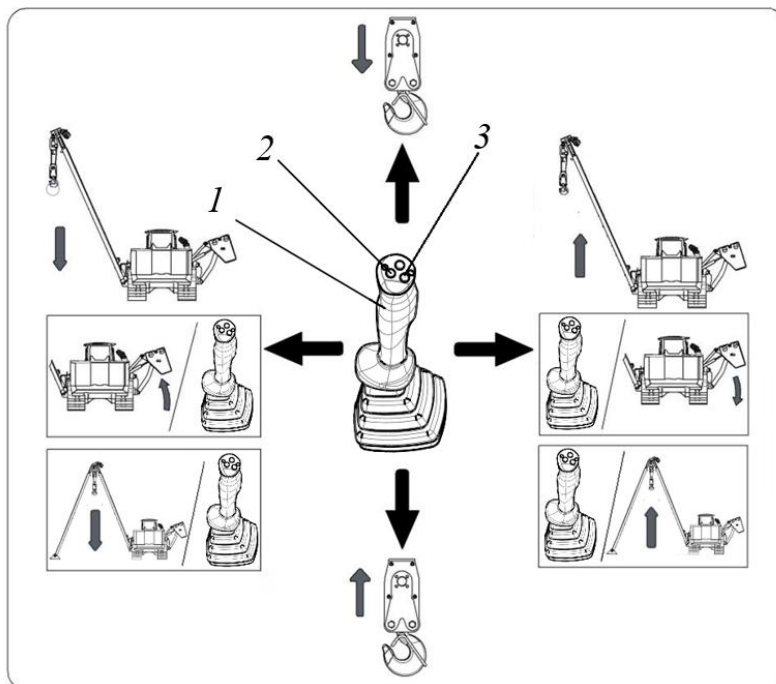

Рисунок 3.127. Схема управления грузоподъемным оборудованием
Управление противовесом осуществляется из кабины трубоукладчика кнопкой 3 на правом джойстике и отклонением джойстика, рис. 3.127.
Переход в режим управления противовесом производится из нейтрального положения джойстика 1, рис. 3.127, удержанием кнопки 3, рис. 3.127, в нажатом положении.
Для откидывания противовеса необходимо в нейтральном положении джойстика, удерживая кнопку 3, рис. 3.127, отклонить джойстик вправо (ОТКИДЫВАНИЕ) или влево (СКЛАДЫВАНИЕ).
- для подъема и опускания груза перевести джойстик управления грузоподъемным оборудованием в соответствующее положение. «ПОДЪЕМ» – джойстик переместить назад или на себя, «ОПУСКАНИЕ» джойстик переместить вперед или от себя. Скорость грузоподъемных операций регулируется пропорциональным отклонением джойстика 1, рис. 3.127, от нейтрального положения.
- для подъема и опускания стрелы перевести джойстик управления 1, рис. 3.127, грузоподъемным оборудованием в соответствующее положение. «ПОДЪЕМ» – джойстик переместить вправо или от себя, «ОПУСКАНИЕ» джойстик переместить влево или на себя. Скорость подъема регулируется пропорциональным отклонением джойстика от нейтрального положения.
Управление стрелой-опорой осуществляется из кабины трубоукладчика кнопкой 2 на правом джойстике и отклонением джойстика, рис. 3.127.
Переход в режим управления стрелой-опорой производится из нейтрального положения джойстика 1, рис. 3.127, удержанием кнопки 2, рис. 3.127, в нажатом положении.
Для подъема и опускания стрелы-опоры необходимо в нейтральном положении джойстика, удерживая кнопку 2, рис. 3.127, отклонить джойстик вправо (ПОДЪЕМ) или влево (ОПУСКАНИЕ).